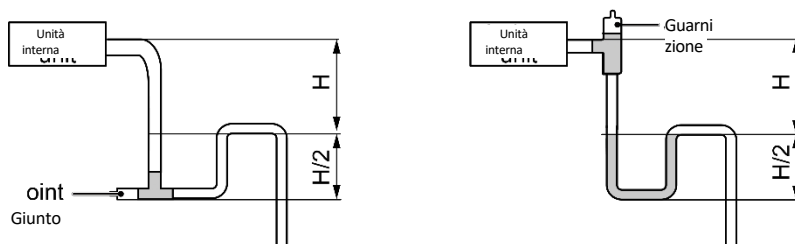

Fig. 4.3.5
- 5 Installare il sifone come indicato nella Fig. 4.3.5 seguente.